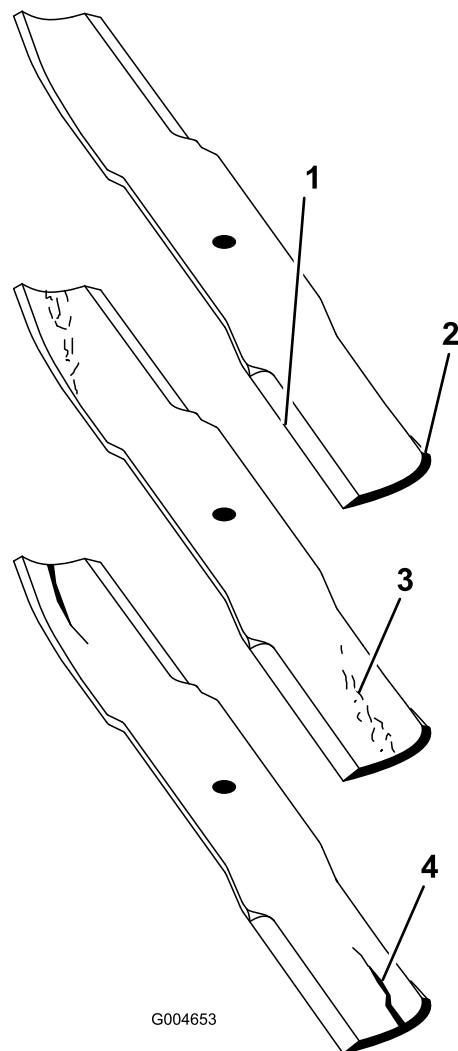

Bild 83
2. Prüfen Sie die Schnittkanten des Messers sorgfältig, insbesondere dort, wo die geraden Flächen die gebogenen berühren (Bild 83). Da Sand und anderes reibendes Material das Metall abschleifen kann, das die flachen und die gebogenen Teile verbindet, müssen Sie das Messer vor jedem Einsatz des Rasenmähers prüfen. Wenn Sie Abnutzungen (Bild 83) feststellen, sollten Sie das Messer auswechseln.